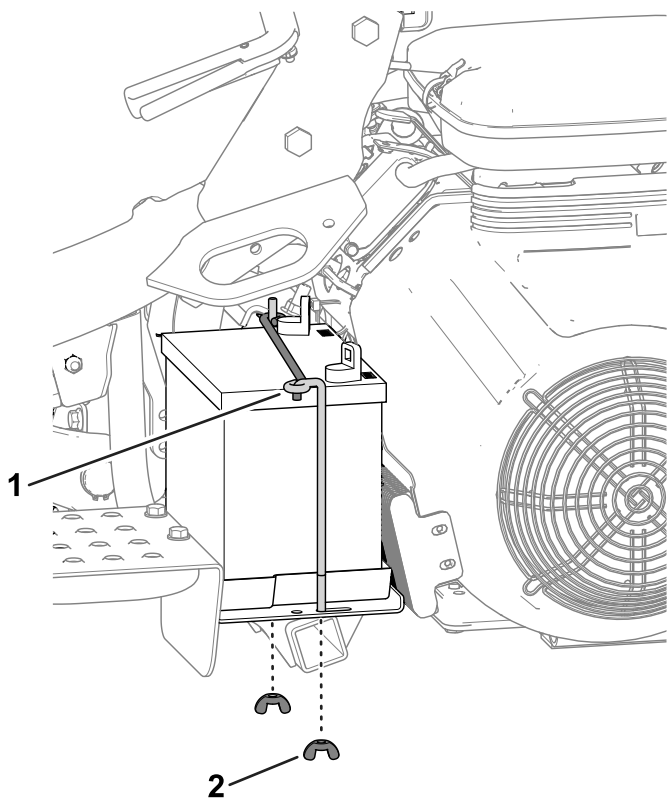

Figura 33
2. Retire las tuercas de orejeta y las varillas que sujetan la batería a la plataforma (Figura 33) y retire la batería.
5. Coloque la batería en la bandeja de la batería y sujétela con las varillas y las fijaciones que se retiraron anteriormente (Figura 33).